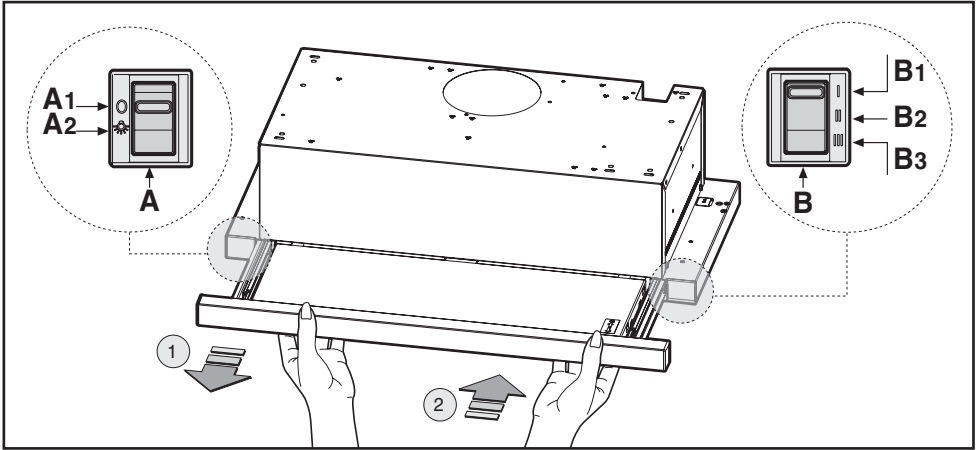

Fig.9.1
• **Comandi slider (Fig.9.1)** la simbologia è di seguito riportata: